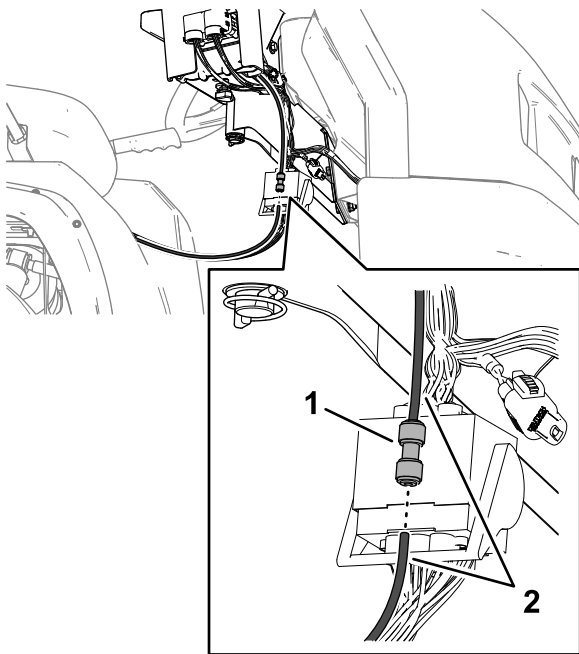

Bild 133
1. Führen Sie den Druckmessschlauch in das Schnelltren-Anschlussstück ein, bis er vollständig sitzt (Bild 133).